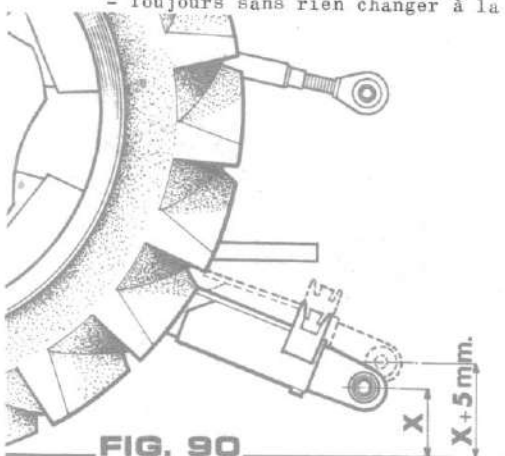

FIG. 90
- dans ces conditions, relever la cote (FIG.90) qui sépare l'axe d'une des rotules d'attelage des